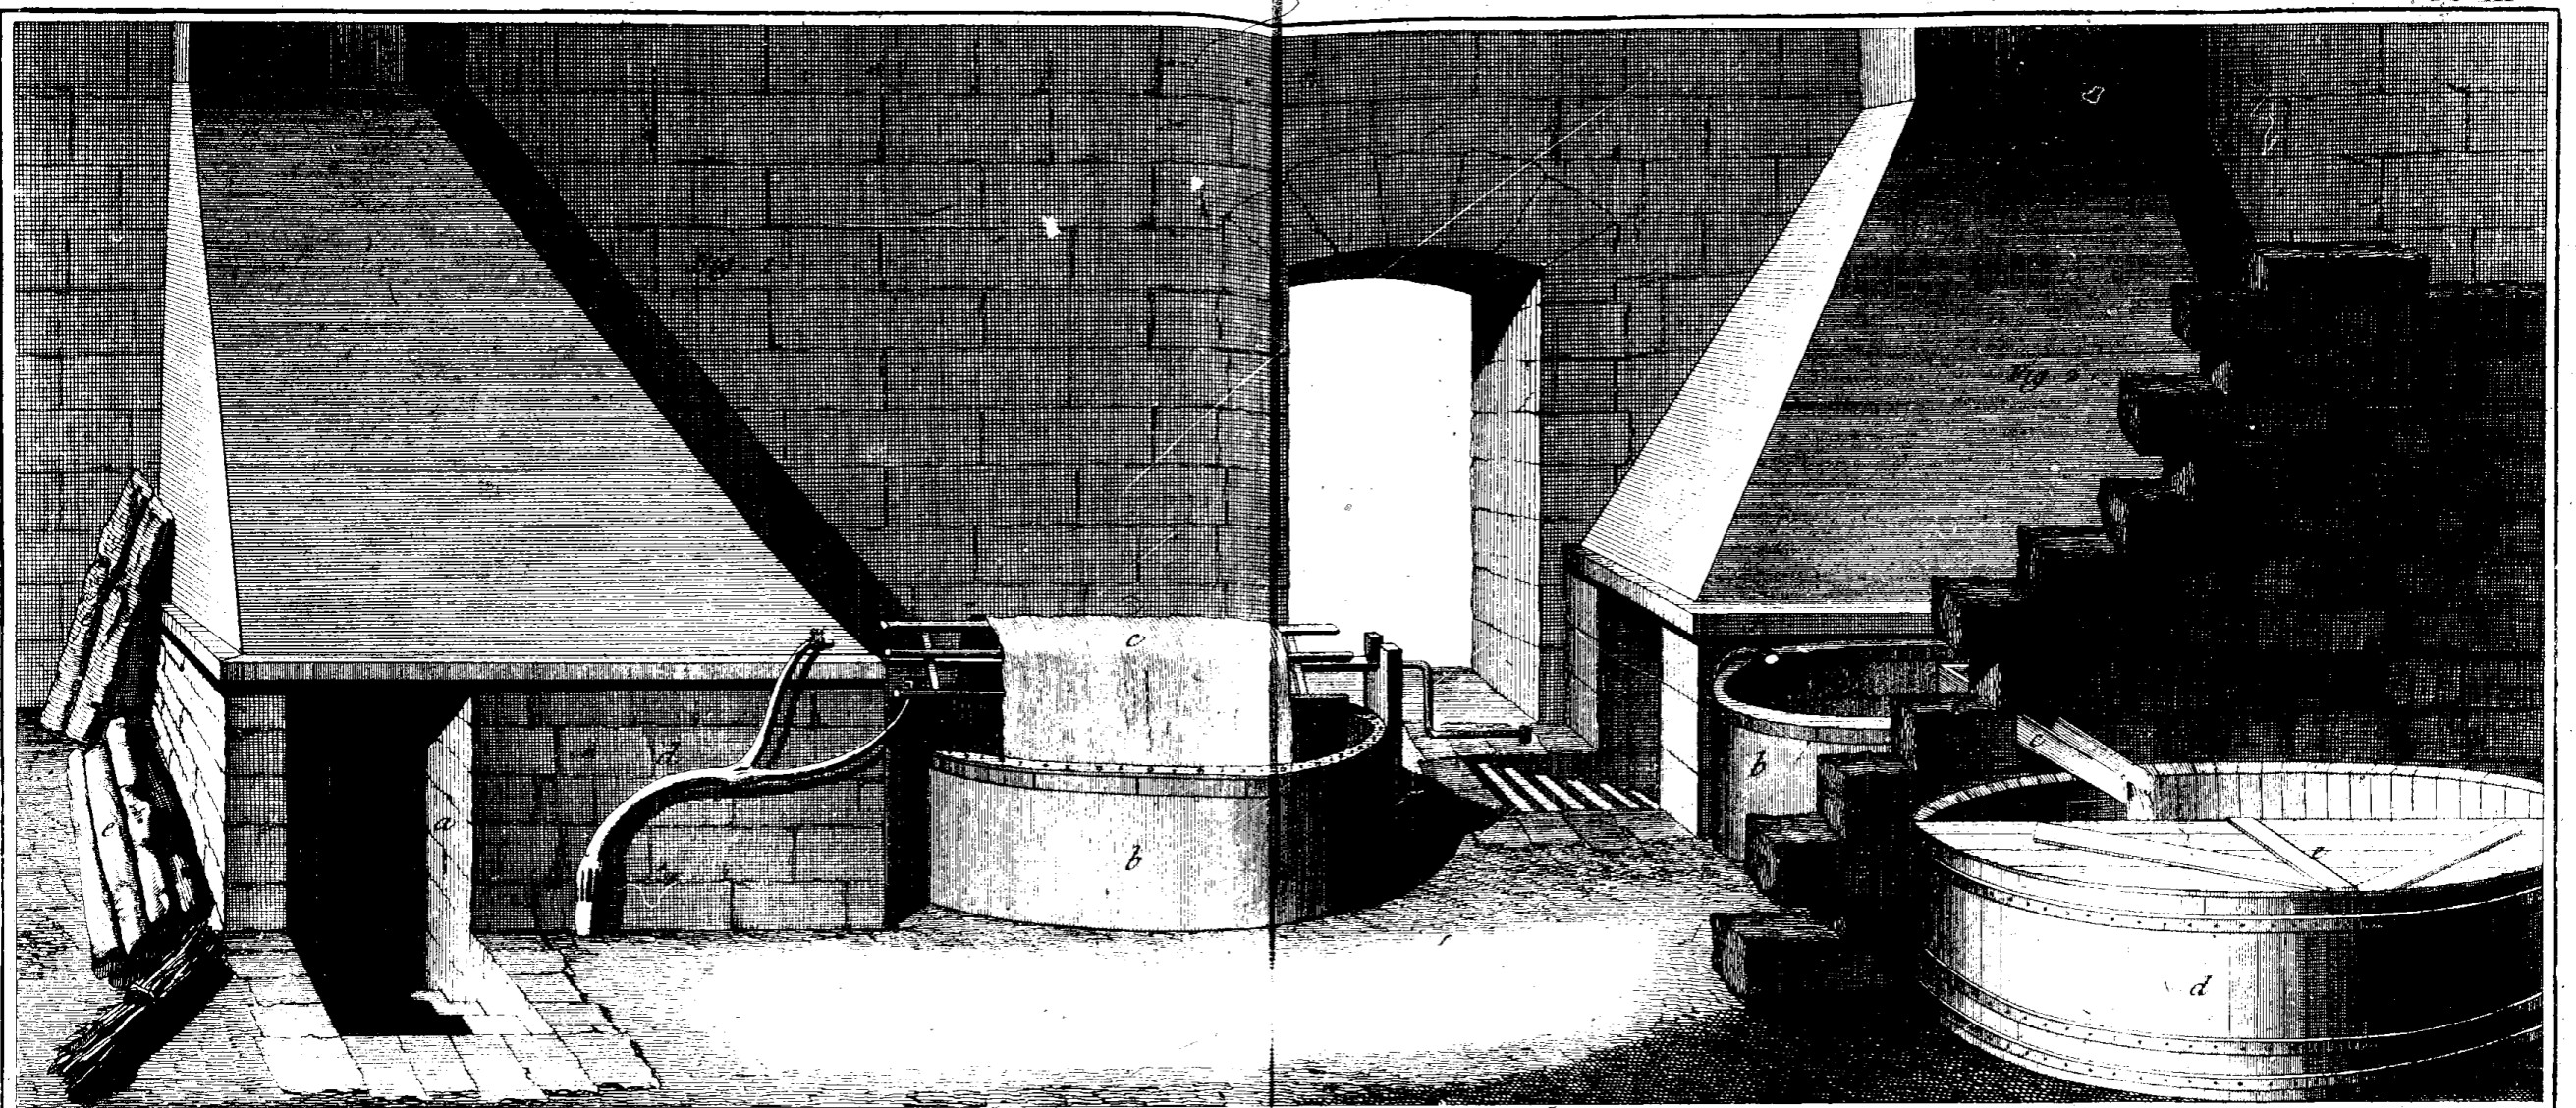

Fig. 3.
également la teinture. *a*, tour dessus la chaudière. *b*, drap bien étendu sur le tour. *c*, ouvrier tournant le tour. *ddd*, ouvriers occupés à repouffer. *e*, chaudière sur laquelle est ajusté le tour. *f*, têtes de clou avec les nœuds des cordes des crochets qui retiennent la champagne. *Voyez* la figure 3 de la Planche VI.
*Fig. 3.* Vue en perspective de la cuve avec son fourneau. *a*, entrée de la cuve. *b*, massif en brique qui entoure la cuve. *c*, entrée de la braise. *d*, tuyau du fourneau. *e*, ligne ponctuée qui désigne la proportion de la cuve. *f*, pavé de l'atelier. *g*, tamis ou passoir. *h*, plan du tamis. *i*, chauderon. *l*, petite barquette de cuivre avec son patin de fer pour pouvoir se renverser facilement. *m*, pelle pour prendre le charbon ou la braise. *n*, sac pour empêcher la soie. *o*, croc ou fourgon.